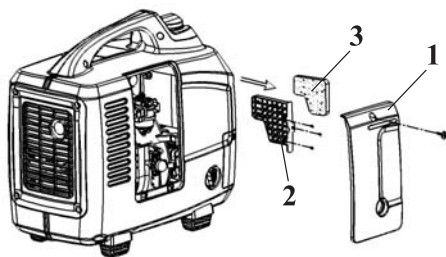

рис. 5
7.4.1 Открутите винты и демонтируйте крышку 1 (рис. 5). При отделении крышки от корпуса не повредите уплотнение. Выньте картридж воздушного фильтра 2 (рис. 5) Снимите фильтрующий элемент 3 (рис. 5).